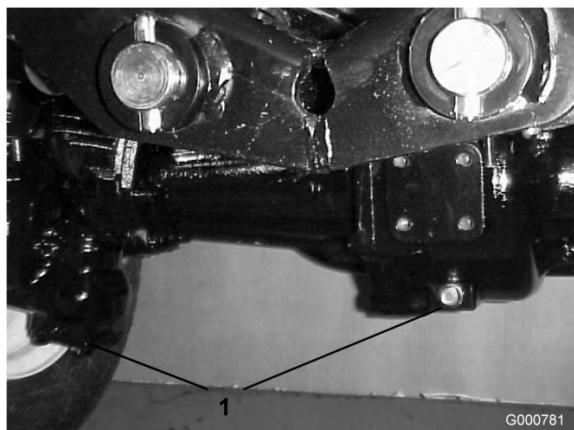

図 70
2. ドレン・プラグ(図 70; 左右端に1個と中央に1個、全部で3個ある)の周辺をきれいに拭く。